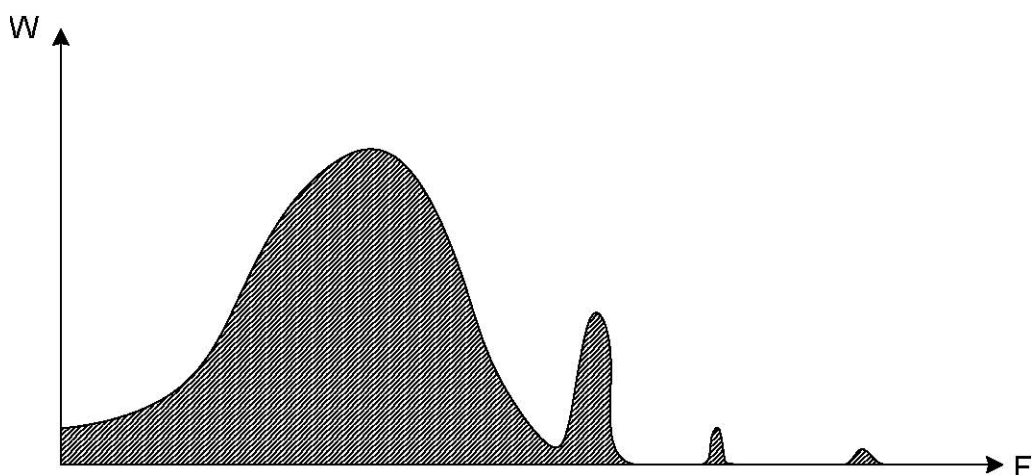

Рисунок 3
10.21. Разводя полосы (поз.4 рис.3 приложение Д) при помощи гайки М8 (поз.9 рис.3 приложение Д) до упора закрепить герметичный контейнер внутри трубопровода.